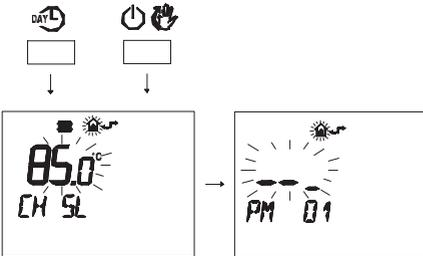

Рис. 5.56
- Нажмите одновременно кнопки и , чтобы войти в поле ввода настроек (Рис. 5.56).